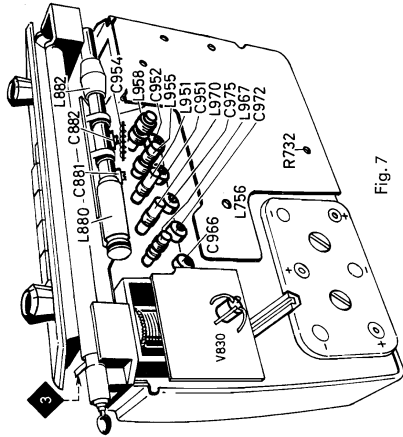

Fig. 7
- Den Ruhestrom ca. 1 Minute nach dem Einschalten des Gerätes mit dem Einstellregler R 732 (Fig. 7) auf 5 mA + 1 mA bei einer Batteriespannung von 9 V einstellen.
- Approx 1 minute after switching on set, set zero signal current with adjuster R 732 to 5 mA + 1 mA at a battery voltage of 9 V, see fig. 7.